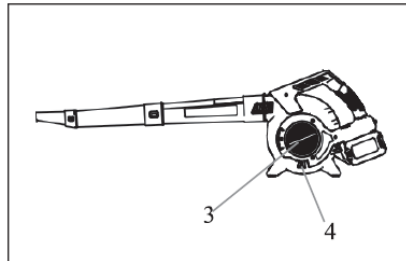

Fig.4
- Deschideți capacul de protecție (3) al orificiului de aspirare apăsând blocarea orificiului de aspirare (4) în direcția orificiului de aspirare și trăgând capul de protecție, rotindu-l în sensul acelor de ceasornic până se oprește. Acum puteți scoate capul de protecție (3). (Fig. 4)